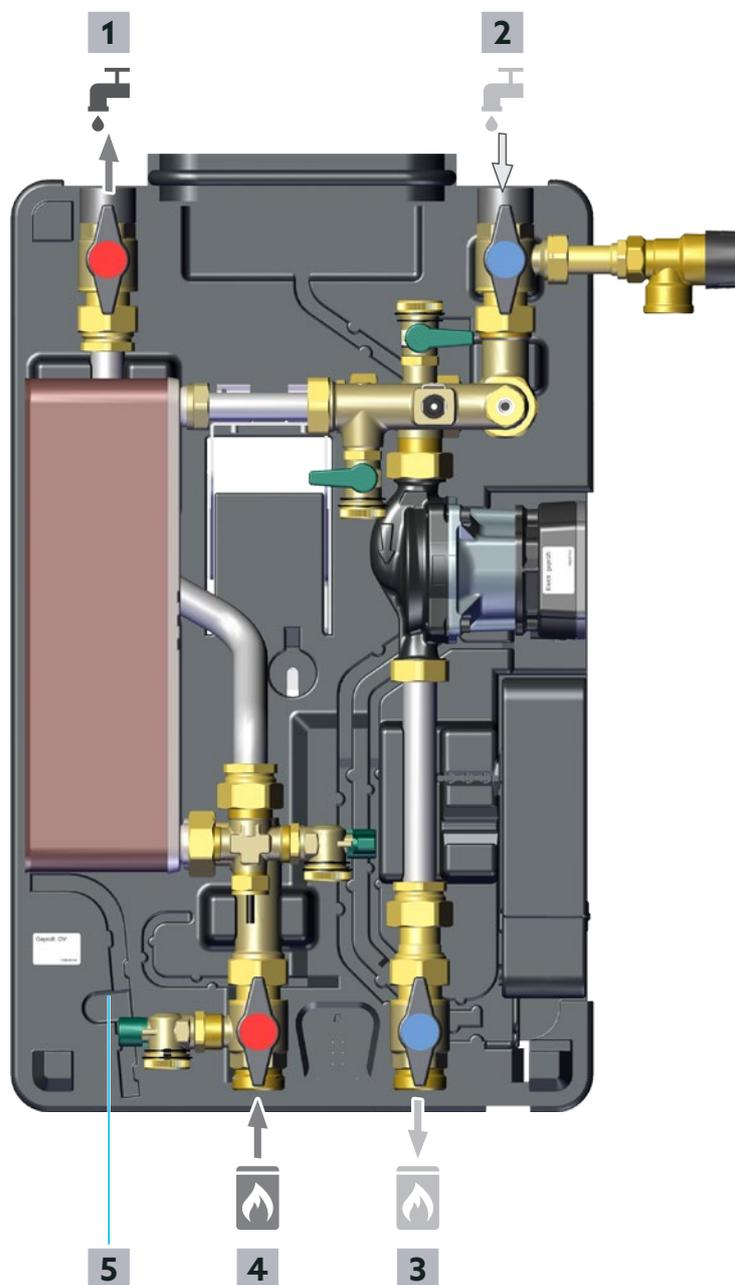

Fig. 14: Description du fonctionnement
- Monter un clapet anti-retour (position 4 sur la Fig. 4 en page 14) sur l'aller eau potable froide (position 2 sur la Fig. 14 en page 22 Fig. 14 en page 22), afin de séparer l'eau potable froide de l'eau potable déjà chauffée à l'intérieur de la station.